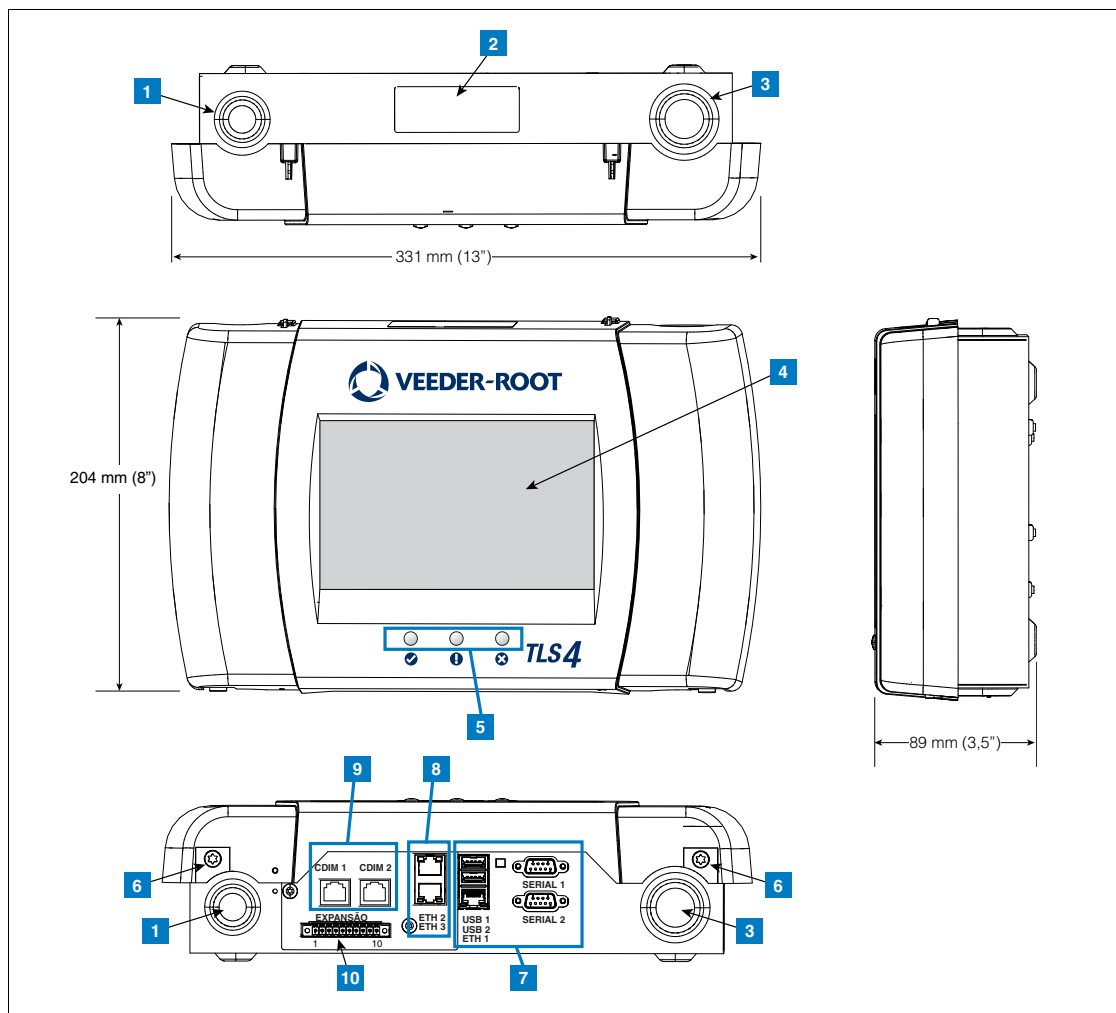
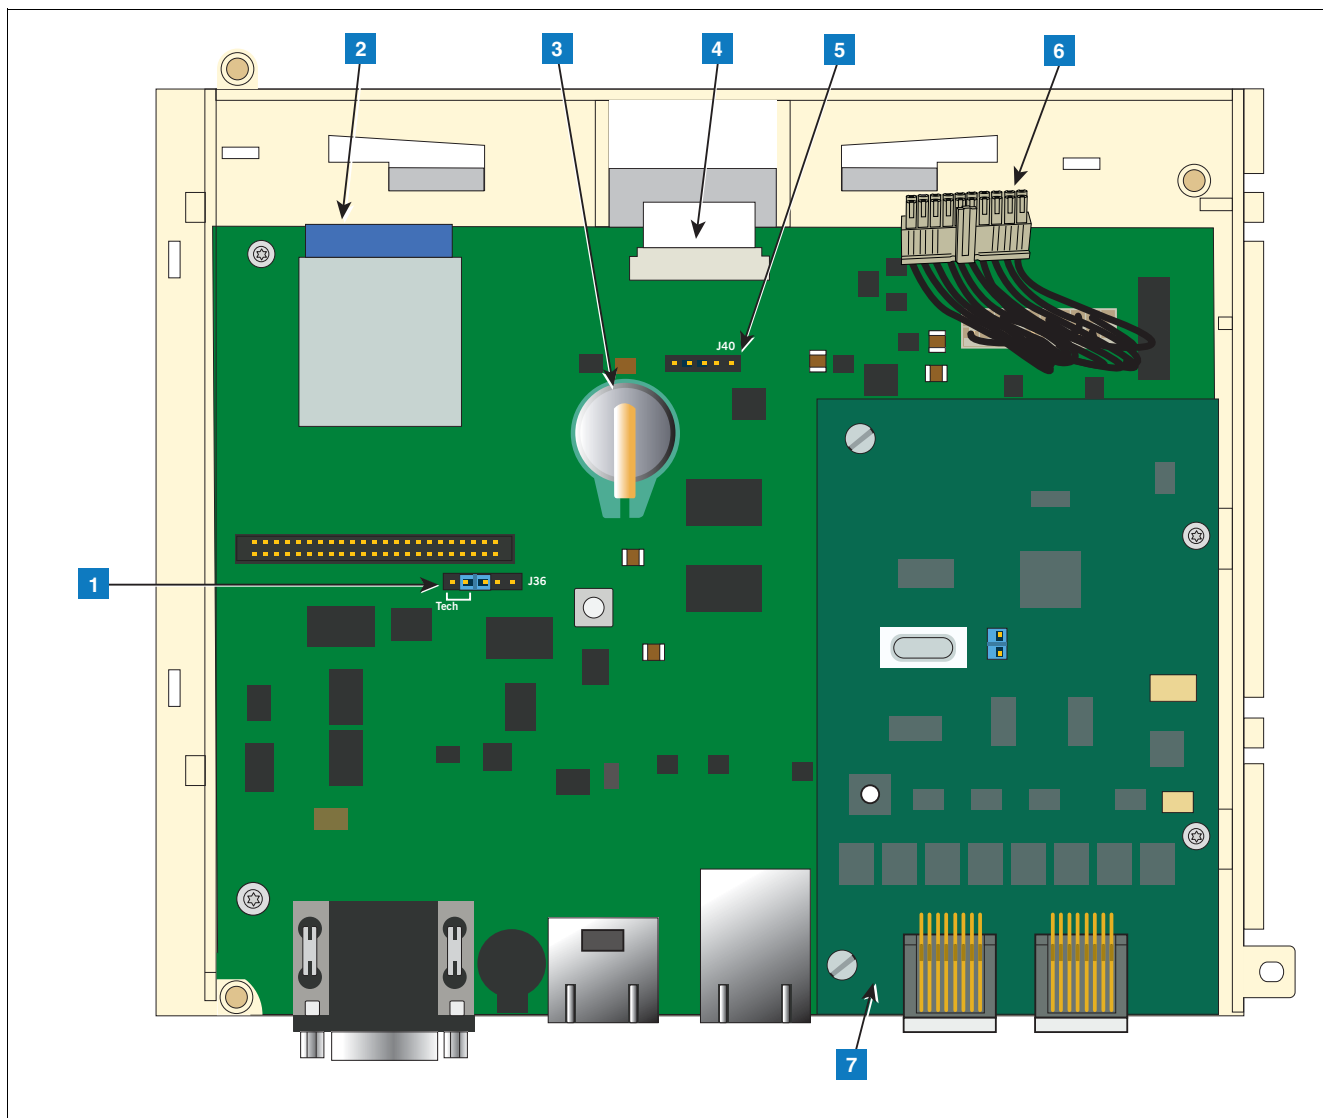

Figura 1. Console TLS4/8601 Series - Aparelho e dimensões
Figura 3. Localização dos componentes em baixo do mostrador/estrutura da placa da CPU.
Figura 1 através de Figura 3 mostram-se a disposição e localização dos componentes mencionados na seção de resolução de problemas deste manual.
LEGENDA PARA CAIXAS NUMERADAS LIG Figura 1
LEGENDA PARA CAIXAS NUMERADAS LIG Figura 3
Portas RS-232 (Item 7 na Figura 1)	2 portas seriais padrão oticamente isoladas, identificadas como SERIAL 1 e SERIAL 2, tendo a primeira suporte para handshake completo. O conector D RS -232 é de configuração de montagem no painel, do tipo com nove pinos fêmeas, ligado a um terminal de da-dos (Data Terminal Equipment , DTE). Por exemplo, qualquer porta RS-232 em qualquer console TLS também é um DTE, ou seja, é necessário um cabo null para que ocorra a comunicação entre os dois consoles. Um dispositivo de comunicação de dados (Data Communication Equipment , DCE), tal como um modem, pode ser ligado diretamente na interface usando-se um cabo direto (nem todos os ATGs podem ter suporte para modem). Os sinais de handshake são configuráveis no sistema. Os sinais RS-232 são ligados aos conectores D fêmeas da seguinte maneira:
Portas Ethernet	1 porta Ethernet padrão, identificadas como ETH 1 (item 7 na Figura 1)
1 porta Ethernet opcional (interruptor ETH 2 e ETH 3) (item 8 na Figura 1)
Módulos opcionais instalados de fábrica (um módulo por console)	Módulo CDIM opcional - Duas portas seriais opcionais RJ-45/RJ-485, identificadas como CDIM 1 e CDIM 2 (item 9 na Figura 1)
Módulo opcional IFSF - Uma porta IFSF, identificada como IFSF LON (item 9 na Figura 1). O plugue do cabo IFSF terá de ser montado em campo. Consulte o Manual de resolução de problemas TLS4 (P/N 577014-058) para instruções completas.
Portas USB	2 portas USB, identificadas como USB 1 e USB 2 (Item 7 na Figura 1)
Porta de expansão	Barramento VR com conector de 10 pinos, identificado como EXPANSÃO (Item 10 na Figura 1)